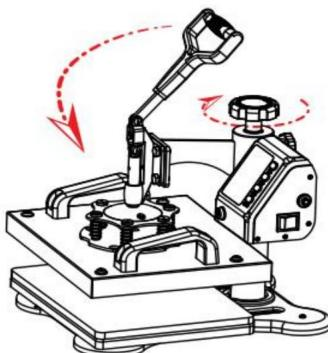

Fig 8
7. Drehen Sie das Handrad und versuchen Sie, den Griff mehrmals zu drücken, bis Es wird auf den entsprechenden Druck eingestellt (wie in Abbildung 8 gezeigt).